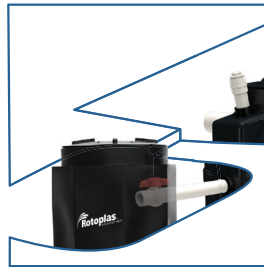

Figura 10. Instalación del Registro de Lodos.
1. Instala el Registro de Lodos en su posición final y alinea la entrada con el Biodigestor Plus+. Después, rellena con tierra hasta la mitad del Registro de Lodos (ver Figura 10).